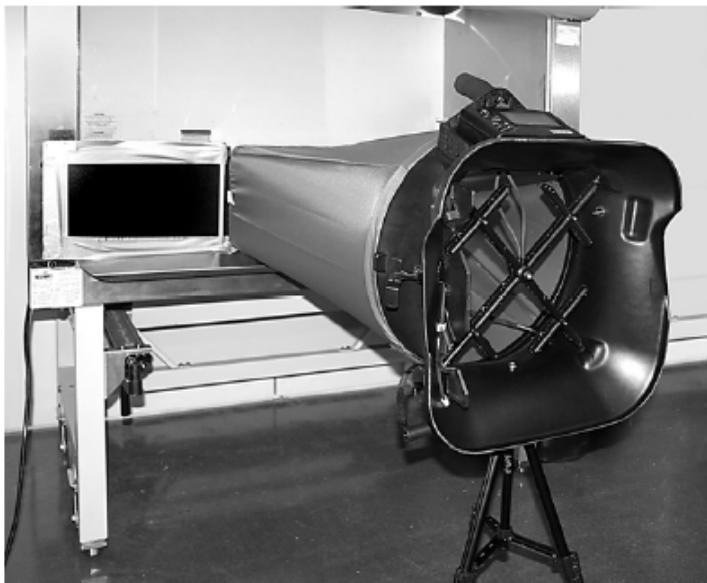

图 26 调节伸缩支撑杆的高度和位置
5、调节伸缩支撑杆的高度和位置，使罩框架的底部能固定在箱子开口处，微压风速计和柜子保持水平（如图 26）。